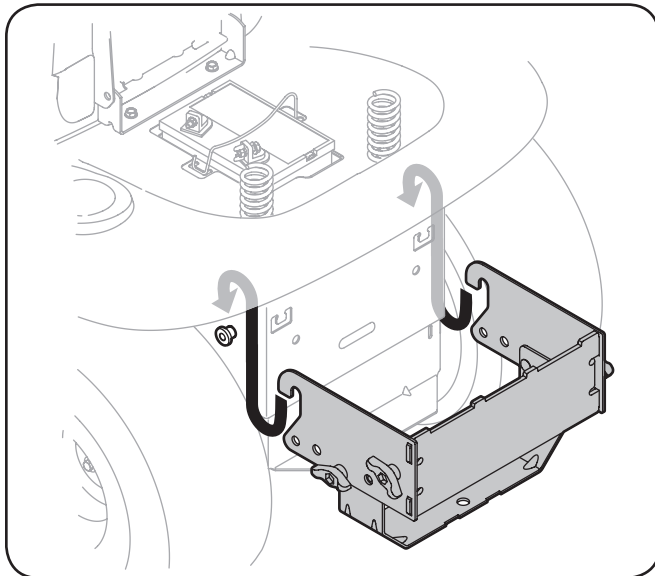

Figura 4-5
1. Coloque los extremos con gancho de la unidad de montaje sobre los pernos con reborde, como en la Figura 4-5, sobre el tractor y alinee el orificio central del soporte de enganche con el orificio de enganche del tractor.